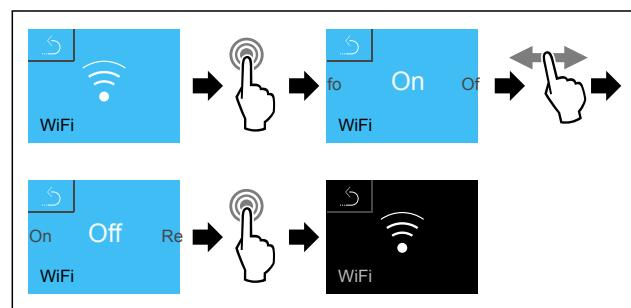

Fig. 97
- Obavite korake postupka (pogledajte Fig. 97).